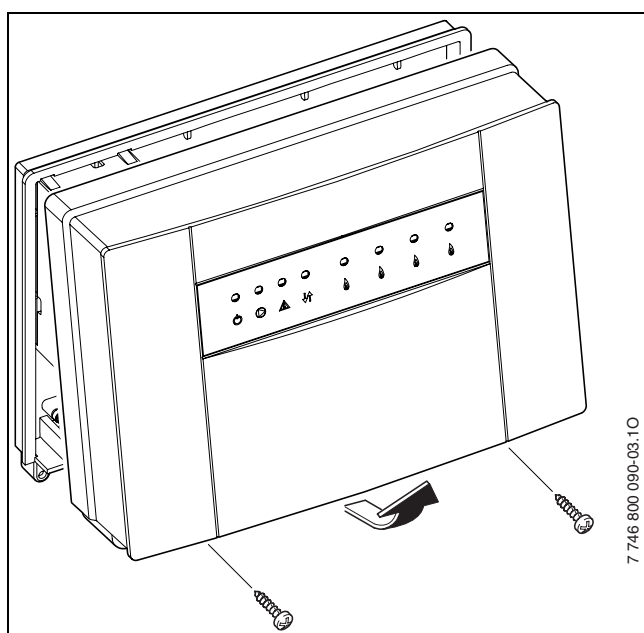

Fig. 7 Retirer le couvercle
- ▶ Desserrer les 2 vis situées en bas du module MCM10, tirer le couvercle simultanément vers le bas et l'avant et le retirer par le haut (→ figure 7).
- ▶ Ouvrir le boîtier du module principal MCM10 (→ figure 7, page 29).